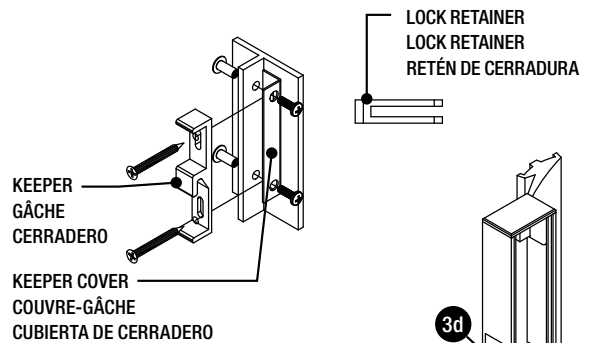

Fig. 2
Step 5 - Install keeper and keeper cover. (Fig. 2) Adjust up or down to ensure proper alignment with hook and anti-lift bar, tighten screws.
Étape 5 - Installer la gâche et le couvre-gâche. (Fig. 2) Ajuster vers le haut ou vers le bas pour assurer l'alignement correct avec le crochet et la barre de sécurité, puis visser à fond.
Paso 5 - Instale el cerradero y la cubierta del cerradero (Fig. 2). Ajuste hacia arriba o hacia abajo para asegurar una alineación correcta con el gancho y con la barra antialzado, y apriete los tornillos.